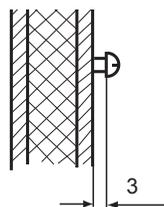

Рис. 3
2. Ввинтите один из приложенных шурупов в верхнее отверстие, так чтобы головка выступала на прикл. 3 мм (Рис. 3.).